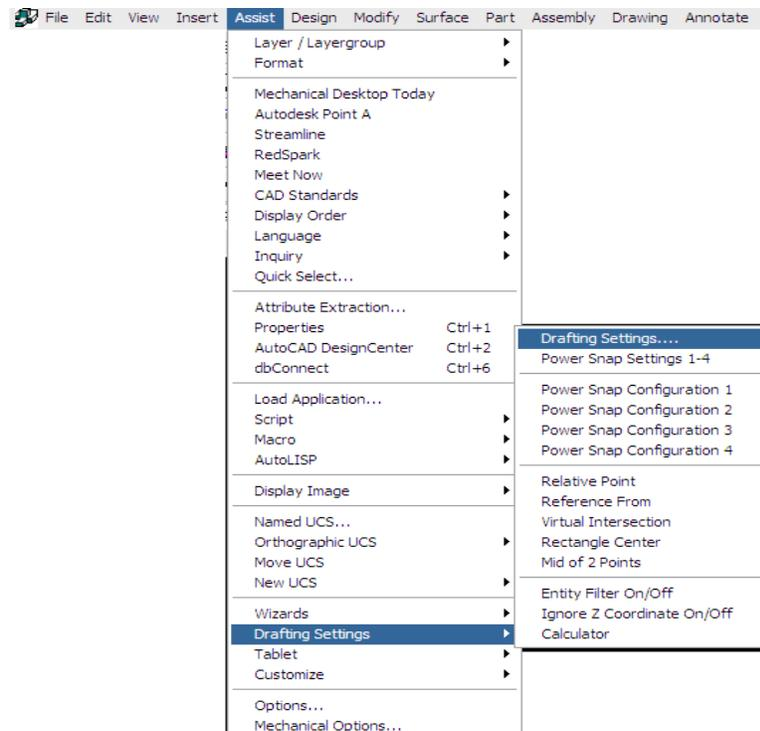

Figura 49
5. Ahora ajustaremos los intervalos de Grid y Enap. En la barra de menús seleccione: Como se muestra en la *figura 49*.